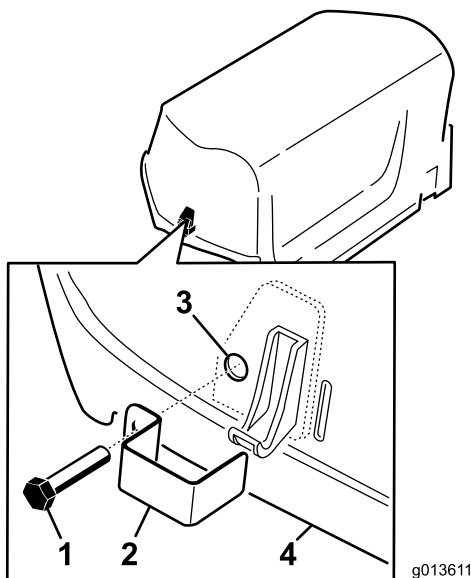

Figure 7
1. Fixez une gâche sur les verrous gauche et droit du capot avec une vis d'assemblage (2 en tout) (Figure 7).
2. Avec une pince ou une clé réglable, vissez une rondelle de blocage interne sur chaque boulon (1 à 2 filets) pour fixer le verrou (Figure 7).